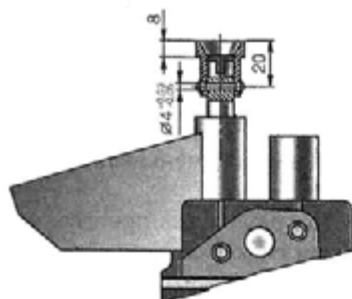

Рис. 4.2.21. Крепление втулки на валике масляного насоса
1. Напрессуйте на ведущий валик втулку, выдержав размер между торцом ведущего валика и торцом втулки 8 мм (рис. 4.2.21). При этом зазор между корпусом насоса и другим торцом втулки должен быть не менее 0,5 мм.